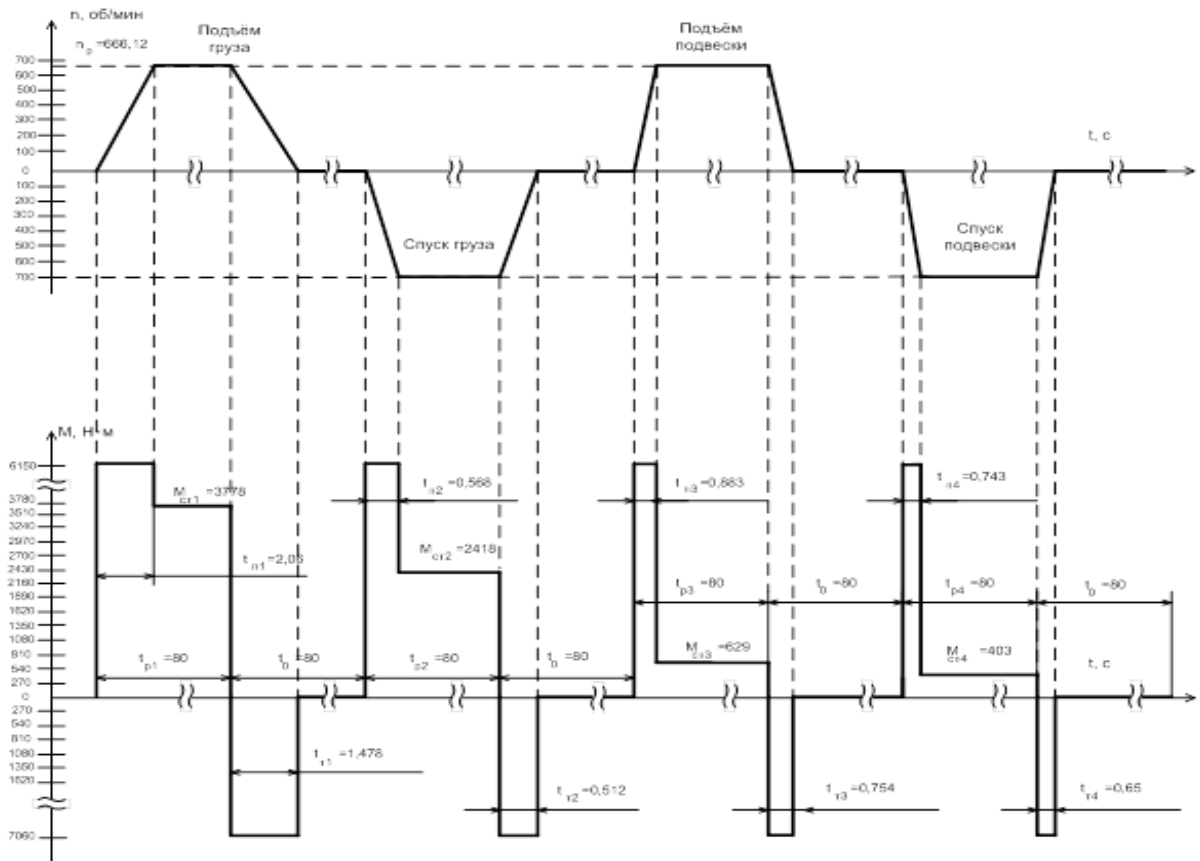

Рис.2
<p>3. По нагрузочной диаграмме механизма на рис. 2 определить необходимую мощность двигателя</p> <div style="text-align: center;">  </div> <p>Рис. 2</p>
4. По нагрузочной диаграмме механизма на рис. 2 определить коэффициент передачи редуктора для двигателя с номинальной скоростью 1480 об/мин. Определить максимальные моменты на входном и выходном валах этого редуктора. Определить необходимую номинальную мощность редуктора с коэффициентом запаса  $k=2$ .